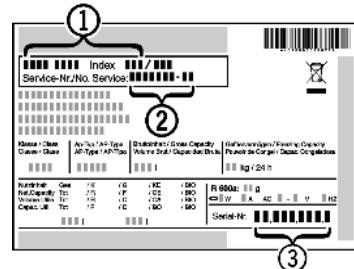

Fig. 49
- Прочетете от идентификационната табелка означението на уреда Fig. 49 (1), сервизния № Fig. 49 (2) и серийния № Fig. 49 (3). Идентификационната табелка се намира на лявата вътрешна стена на уреда.